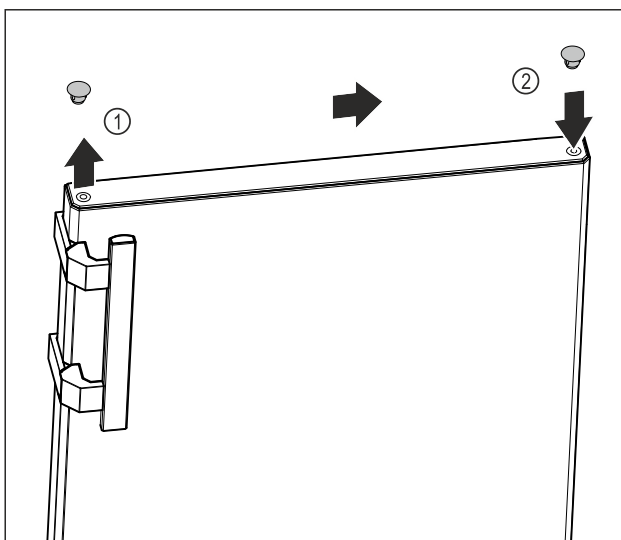

Fig. 17
- ▶ Обережно підніміть заглишки у верхній частині дверцят Fig. 17 (1) за допомогою шліцевої викрутки.
- ▶ Вставте заглишки з протилежного боку. Fig. 17 (2)